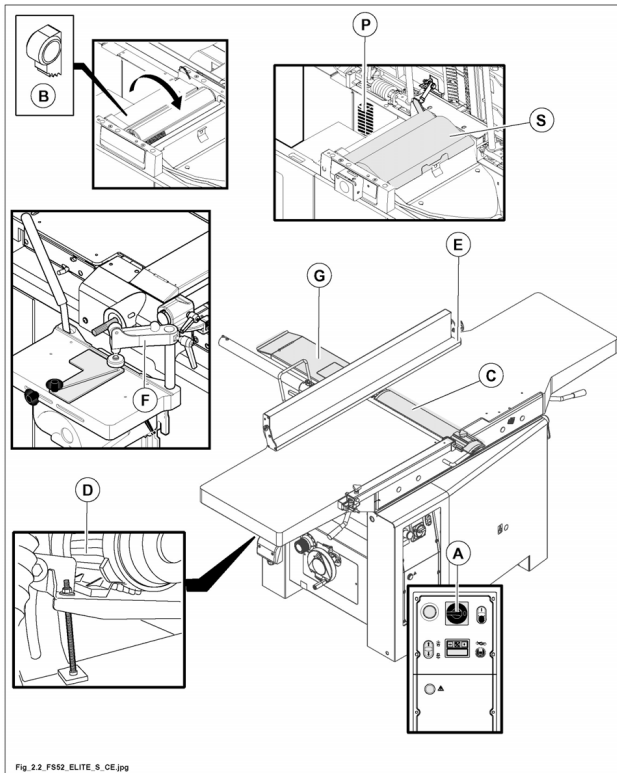

Fig. 2.2
- 2.2 Disposizione e descrizione dei dispositivi di sicurezza (Fig. 2.2) 4
2.2 DISPOSIZIONE E DESCRIZIONE DEI DISPOSITIVI DI SICUREZZA (FIG. 2.2)
C - Protezione a ponte per albero pialla (C fig. 2.2).
E - Guida aggiunta ribaltabile (E fig. 2.2), (OPT).
F - Braccio stringipezzo (F fig. 2.2) (con (OPT) cavatrice).
G - Protezione posteriore per albero pialla (G fig. 2.2).